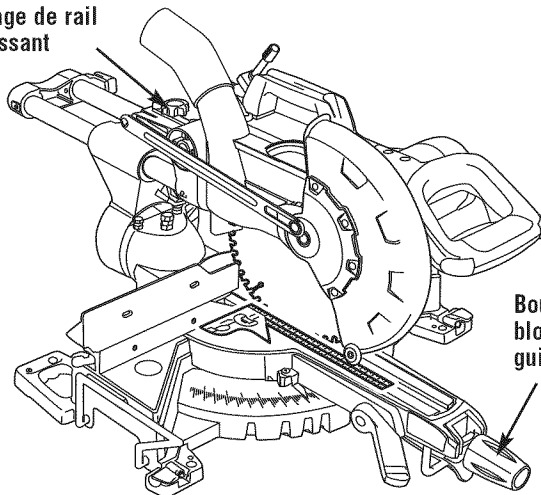

Figure 13. Lame d'équerre par rapport au guide
1. Assurez-vous que la tête est tirée vers l'avant près du centre de la table et que le bouton de blocage des rails coulissants est serré (Figure 13).
4. Placez l'équerre adéquatement de manière à ce qu'elle ne vienne pas en contact avec les dents de la lame de scie. La lame de scie doit venir en contact avec toute la longueur de l'équerre (Figure 13).